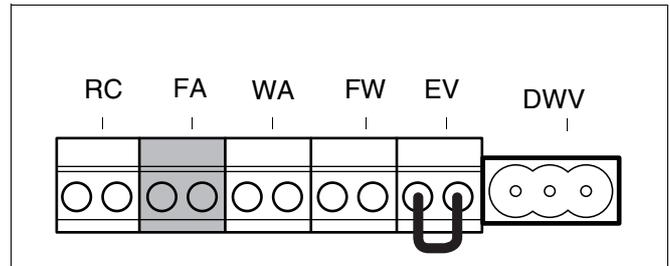

Fig. 33 Sensore di temperatura esterno – morsettiera (collegamento di colore blu)
- Collegare la sonda di temperatura esterna al morsetto blu FA (fig. 33). Utilizzare un cavo elettrico bipolare da 0,4 – 0,75 mm2.